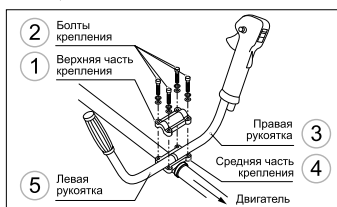

рис. 2
- Снимите верхнюю часть крепления рукояток (1, рис. 2), выкрутив 4 винта 2 (рис. 2). Установите рабочие рукоятки (3 и 5, рис. 2). Правая рукоятка (3, рис. 2) снабжена органами управления двигателем, рукоятка должна быть направлена в сторону редуктора.